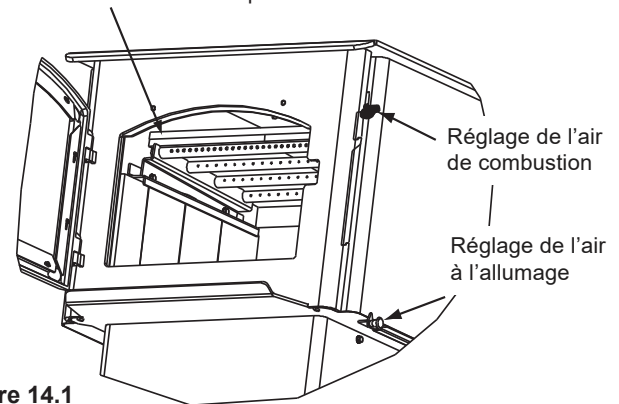

Figure 14.1
1. Confirmez que la position du déflecteur est correcte. Il doit affleurer le tube avant et reposer sur tous les tubes (**Figure 14.1 et 14.2**).